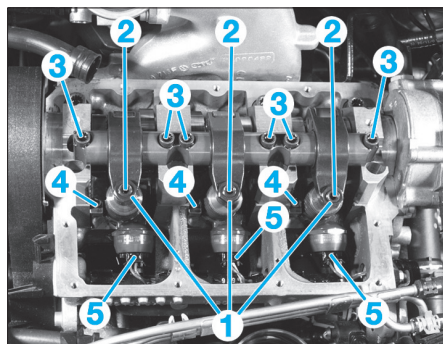
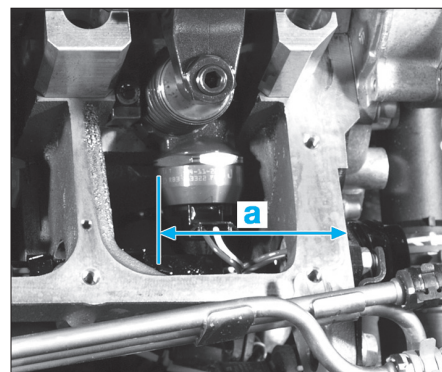

Fig. 22
Fig. 25
- les contre-écrous (1) des vis de réglage des culbuteurs (2) concernés (Fig.22),
- les vis de fixation (3) de l'axe de culbuteurs en travaillant de l'extérieur vers l'intérieur et retirer l'axe de culbuteurs,
- la vis de fixation (4) de la bride de serrage puis déposer cette dernière.
- Débrancher le connecteur (5) de l'électrovanne de l'injecteur-pompe concerné, en faisant levier, avec précaution, à l'aide d'un tournevis.
- Reposer sur la bride une vis neuve (4) et la serrer jusqu'à ce qu'il soit encore possible de tourner l'injecteur-pompe (Fig.22).
- À l'aide d'un pied à coulisse approprié (plage de mesure de 400 mm mini), mesurer la cote (a) entre le bord extérieur de la culasse et l'électrovanne de l'injecteur-pompe (Fig.25).
- Ajuster la position de l'injecteur-pompe pour obtenir la cote (a) (Fig.25) prescrite, et serrer la vis de fixation de la bride (4) (Fig.22) au couple prescrit.
Cotes (a) de position des injecteurs-pompes du montage (Fig.25)
- Reposer la rampe de culbuteurs puis serrer progressivement et en plusieurs passes ses vis de fixation, en commençant par les vis intérieures (3) puis en finissant par les vis extérieures (Fig.22).
- Serrer la vis de réglage (2) du culbuteur jusqu'à ce qu'une résistance soit nettement perceptible (Fig.22).
- Dans cette position, l'injecteur-pompe se trouve en butée, desserrer la vis de réglage (2) de 225° depuis le point de butée.
- Maintenir la vis de réglage dans cette position puis serrer le contre-écrou (1) au couple prescrit.
- Rebrancher le connecteur de l'électrovanne d'injecteur-pompe (5).